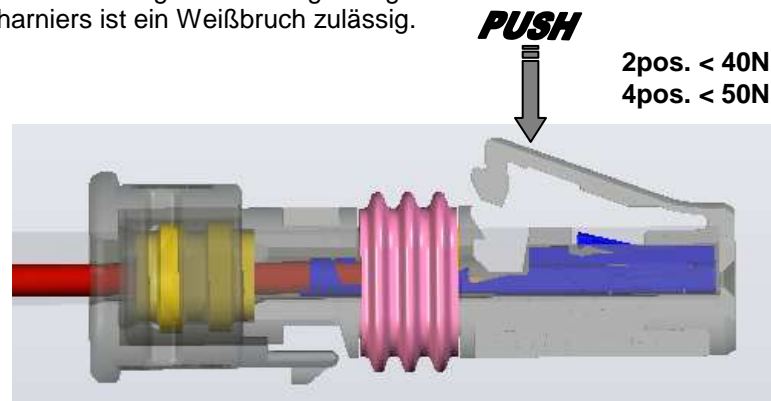
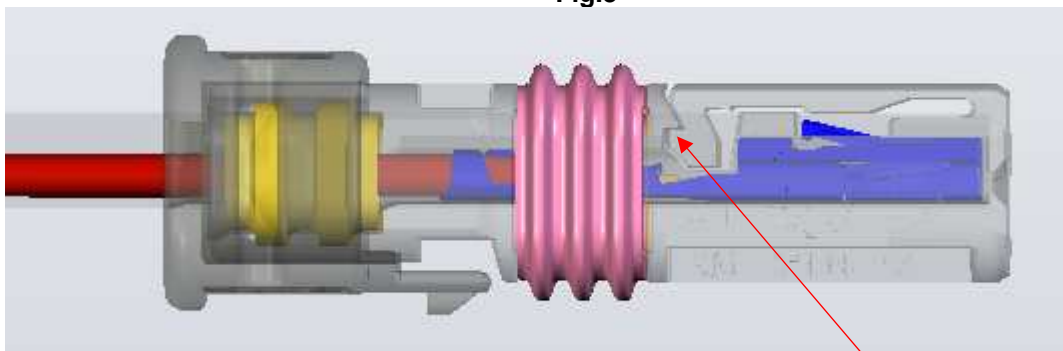

Fig.3
Fig.4
- ACTIVATE THE SECONDARY LOCKING. AT HOUSINGS WITH GATED SECONDARY LOCKING THE COVER HAS TO BE PUSHED IN LOCKED POSITION ACC. FIG.3. FIG.4 SHOWS THE CORRECT LOCKED POSITION. IN THE AREA OF THE INTEGRAL HINGE A STRESS WHITENING IS ALLOWED.
- 2.Kontaktsicherung aktivieren. Bei Gehäusen mit angespritzter 2.Kontaktsicherung gemäß Fig.3 den Deckel in Endraststellung drücken. Fig.4 zeigt die korrekt verrastete Endraststellung. Im Bereich des Filmscharniers ist ein Weißbruch zulässig.